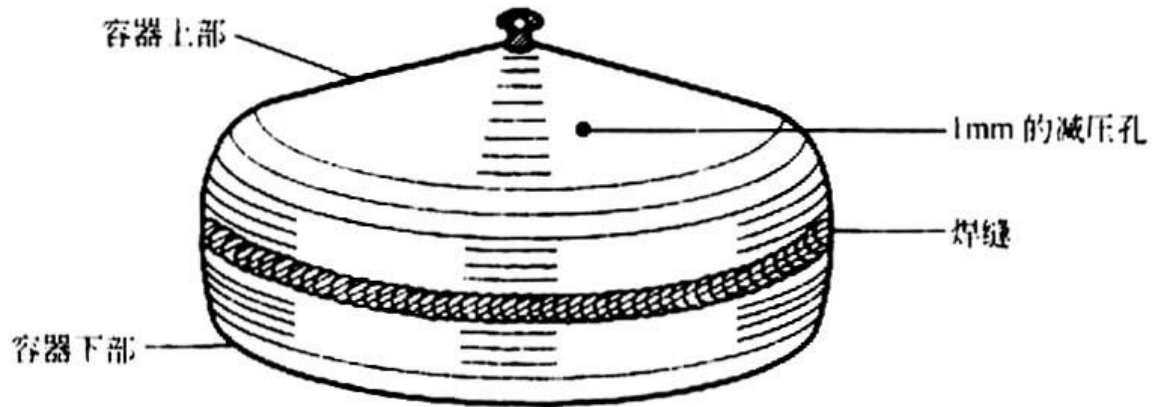

图2 密封焊接浮筒或密闭容器示意
③首先在浮筒上钻一个直径 **1.5mm** 的减压孔，以利于焊缝附近的热空气与外部空气流通，然后进行封闭焊接，最后焊密封减压孔。密封焊接浮筒或密闭容器的示意如图 2 所示。当焊接储气容器结构时，也可以采用减压孔。应注意的是，在密闭容器中进行焊接是十分危险的，焊前应确保容器或管子内部清洁，并避免有易燃易爆物品或气体存在。